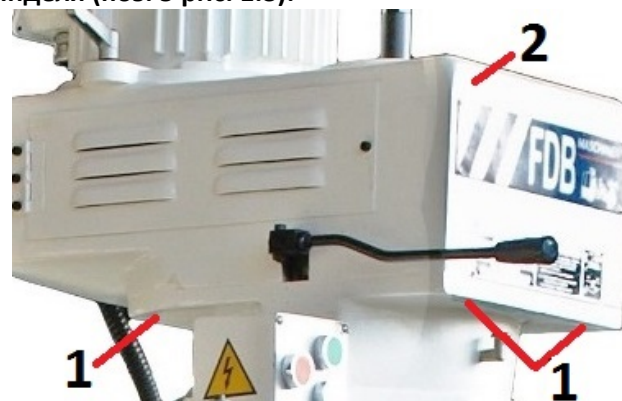

Рис. 4
- открутите болты (4 шт. – поз.1 рис. 4) крепления корпуса (поз. 2 рис. 4) привода вертикальной шпинделя;
- снимите корпус (поз. 2 рис. 4) привода вертикального шпинделя;
- установите и закрепите корпус (поз. 2 рис. 4), подымите пиноль, наденьте ремень на шкив электродвигателя (поз. 111 рис. 1.2), установите электродвигатель на корпус (поз. 2 рис. 1.4) и закрепите зажимные рычаги (поз. 4 рис. 1.4);